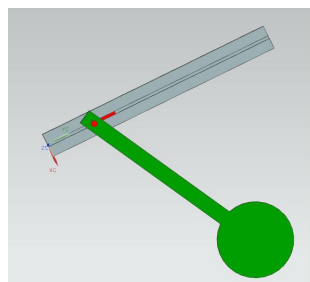

Рис.51
- Представьте, что в известном примере *Prim\_Kulisa* (рис.51) вам захотелось определить занимаемый объем движущегося зеленого маятника.